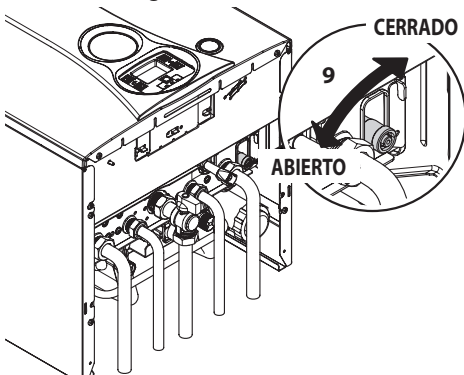

Figura 9.4
- Afloje la llave de vaciado de la caldera 9 indicado en la Figura 9.4.